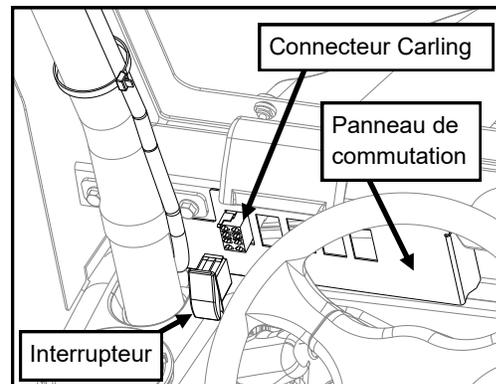

Fig. 2.3B
2.3 Acheminer le connecteur Carling 8 broches (sur le harnais de câblage fourni) à travers l'une des découpes rectangulaires du panneau d'aiguillage. Branchez le connecteur Carling à l'arrière de l'interrupteur. Appuyez sur le commutateur dans le panneau de commutateur. (Voir la figure 2.3B). Installez tous les accessoires supplémentaires, puis attachez le panneau d'interrupteur au pare-brise.